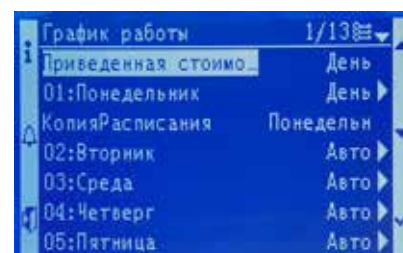

рис. 10
**Текущее значение** (рис. 10) представляет фактический активный статус прибора.